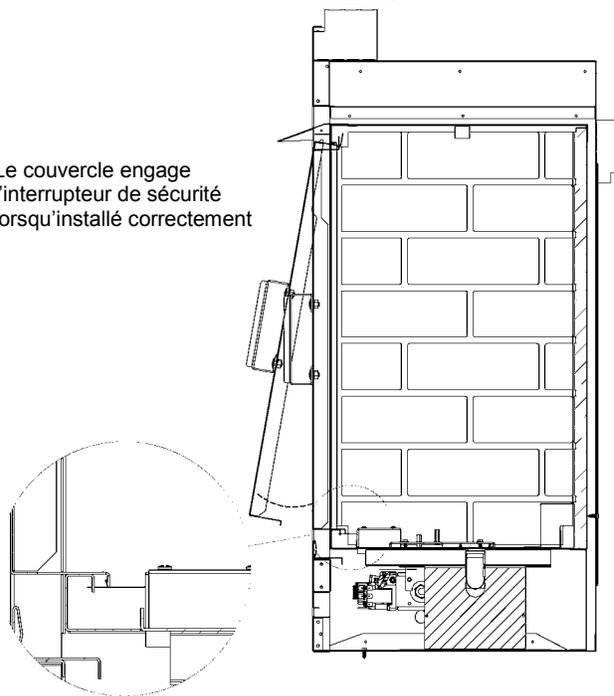

fig.2
3. Glissez le haut du couvercle anti-intempéries derrière le rebord supérieur de la chambre de combustion. Poussez les bas du couvercle dans le foyer et abaissez-le en place. (Voir **fig.2** ci-dessous).